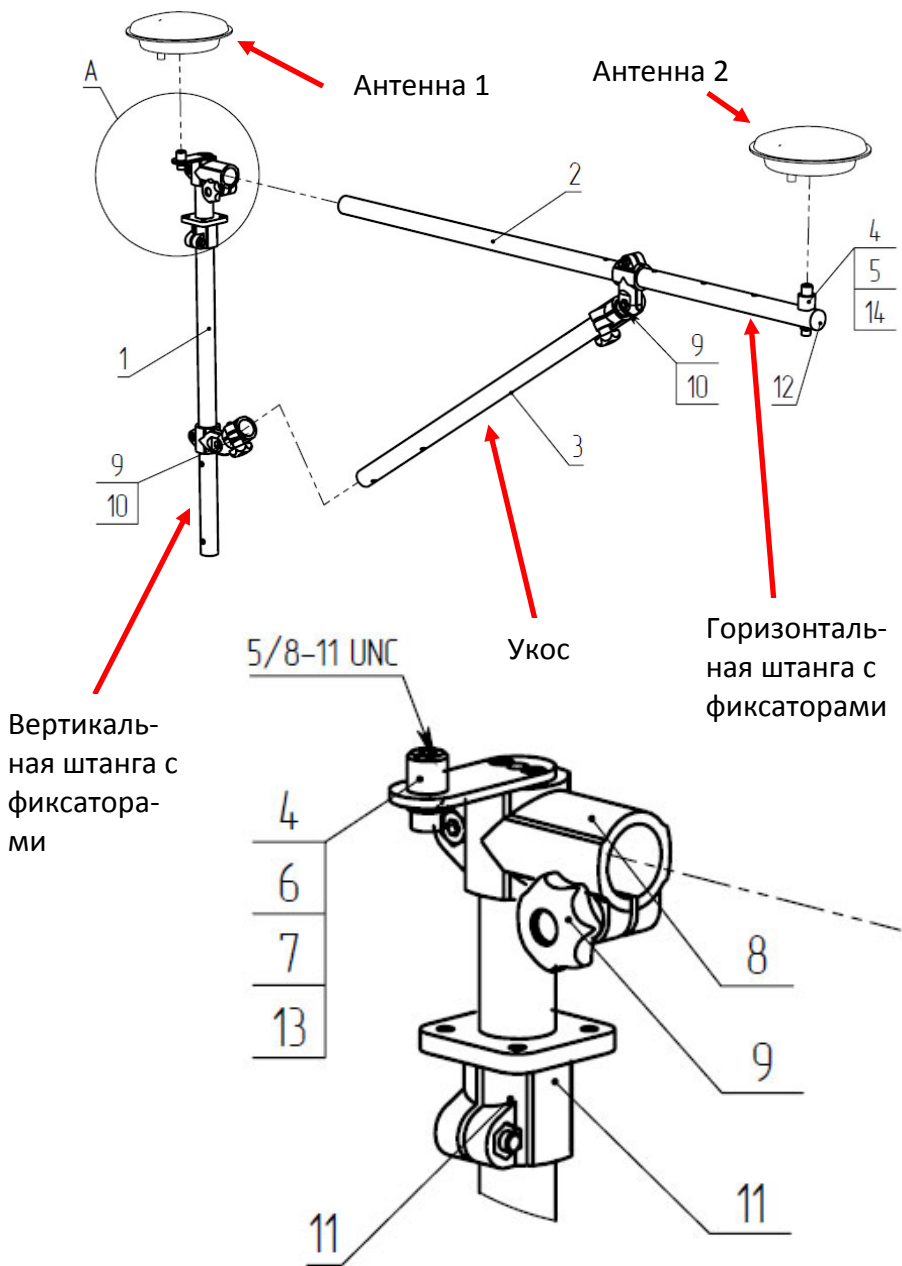

Рисунок 1. Составные части набора и схема сборки
- 2) Вставить горизонтальную штангу и укос в отверстия фиксаторов вертикальной штанги (**см. Рисунок 1**);
- 5) Установить первую антенну на вертикальной штанге (**см. Рисунок 1**);
- 6) Установить вторую антенну с необходимой базой на горизонтальной штанге (**см. Рисунок 1**);
Набор обеспечивает установку по высоте (выравнивание) фазового центра второй антенны относительно фазового центра первой антенны с помощью сменной проставки (поз. 5, **Рисунок 1**).